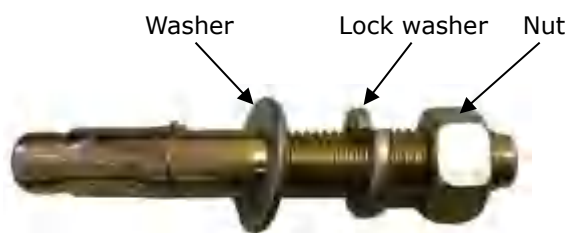

Fig. 18
1. Prepare anchor bolts (**See Fig. 18**).